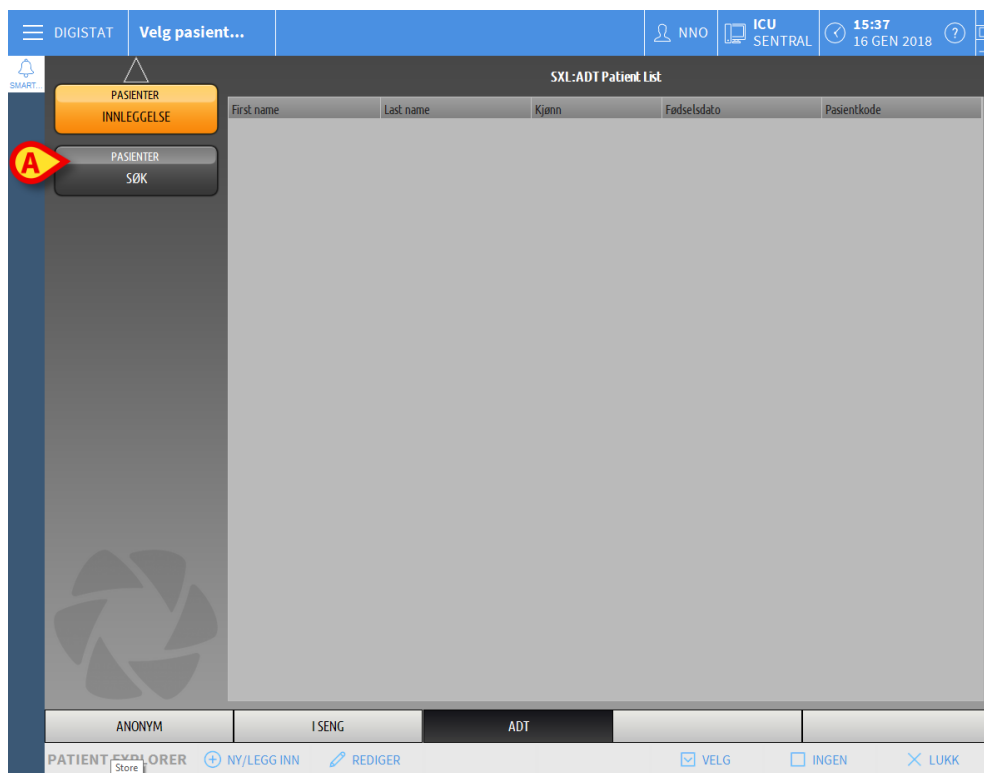

Fig. 103
- Klikk på -knappen angitt på Fig. 103 **A**.